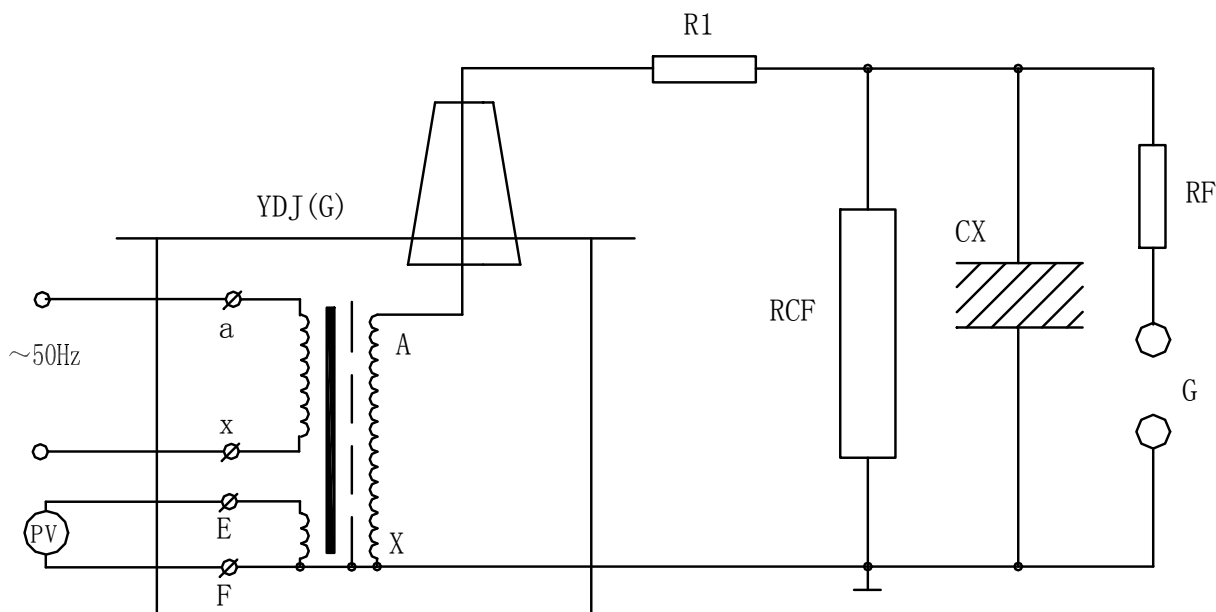

图 6：被试品工频耐压试验接线图
1、YD（G）油浸式便携式高压测试仪做被试品的工频耐压试验使用接线原理图见图 6。
在工频耐压试验中，低压侧测量电压（仪表电压）不是非常准确的，其原因是由于油浸式便携式高压测试仪存在着漏抗，在这上个漏抗上必然存在着压降或容升，使试品上的电压低于或高于低压侧测量电压表上反映出来的电压。工频耐压试验时，被试品上的电压高于油浸式便携式高压测试仪的输出电压，也就是所谓容升现象。感应耐压试验时，油浸式便携式高压测试仪的漏抗必须存在着压降。为了准确测量被试品上所施加的电压，因此常在高压侧接入 RCF 阻容分压器来测量电压（见图 6）。